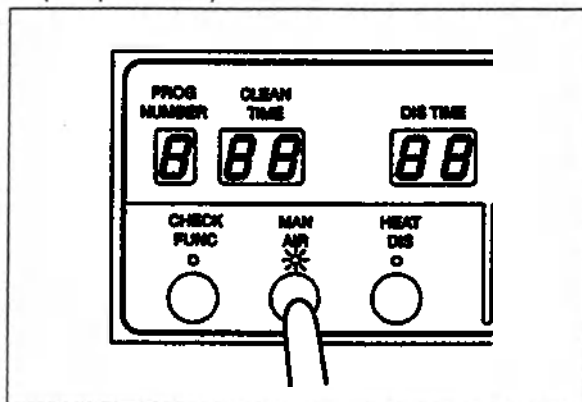

Рис. 4.26
3. На вспомогательной панели управления нажмите кнопку «MAN AIR» (см. рис. 4.26).